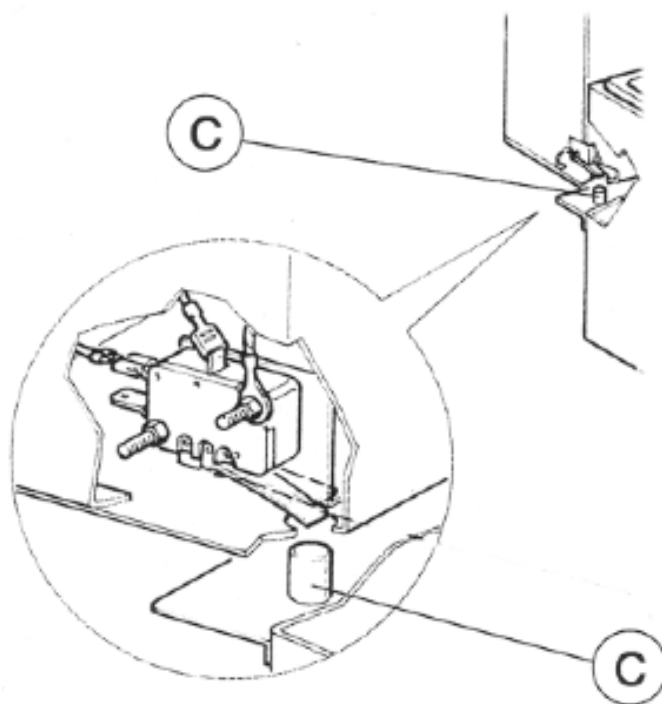

Fig. 2
Posizionare correttamente la testa estraibile della macchina. Il perno deve essere ben inserito nella testata in modo da premere il micro-interruttore posto al suo interno (Fig.2, C).
Placer dans la bonne position la tête amovible de l'appareil. Le pin doit être bien rentré dans la tête afin d'appuyer sur le micro-interrupteur de fonctionnement placé à l'intérieur (C figure 2).
- che il perno (fig.2, C) sia ben inserito come nel punto 2.3;
- Que le pin (fig.2,C)soit bien rentré dans la tete comme expliqué au point 2.3 ;